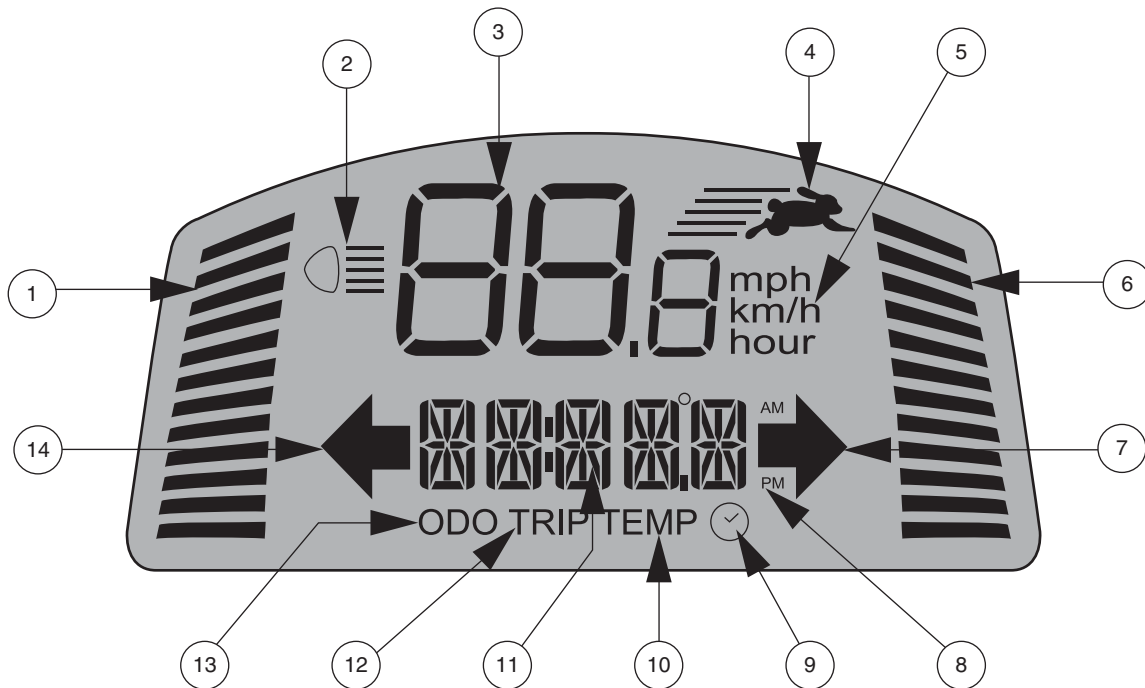

Figure 2. Écran LCD
- Appuyer une fois sur le bouton Hi-Lo pour fixer le réglage de la vitesse à Hi. L'indicateur Hi-Lo s'affiche sur l'écran LCD. **Voir la figure 2.** L'utilisation de ce paramètre en conjonction avec les boutons de réglage de la vitesse permet au VMP d'atteindre des vitesses jusqu'à la vitesse maximale préprogrammée pour le VMP.
Ces boutons de réglage permettent de présélectionner et de limiter la vitesse de votre VMP. Ceci est indiqué par l'indicateur de vitesse maximum sur l'écran LCD. **Voir la figure 2.**
NOTE: Plus de barres sont affichées sur l'indicateur de vitesse maximum, plus votre vitesse maximum présélectionnée sera élevée. Voir la figure 2.
Le panneau de commande LCD donne des informations intuitives via l'écran LCD. Voir la figure 2. L'écran LCD est également utilisé lors de la configuration initiale (activation) des différents paramètres du panneau de commande. Voir la tableau 1.